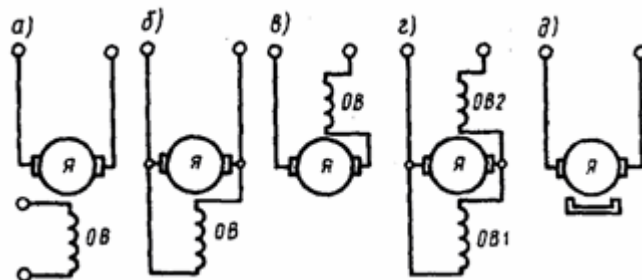

Рисунок 4.2 - Способы возбуждения машин постоянного тока
- **машины независимого возбуждения**, в которых обмотка возбуждения (ОВ) питается постоянным током от источника, электрически не связанного с обмоткой якоря (рисунок 4.2, а);
- **машины с самовозбуждением**, которые не требуют дополнительного источника питания, у них обмотка возбуждения электрически связана с якорем (рисунок 4.2, б, в, г). Эти машины еще подразделяются по способу соединения обмотки возбуждения ОВ к якорю на следующие типы:
- **машины параллельного возбуждения**, в которых обмотка возбуждения и обмотка якоря соединены параллельно (рисунок 4.2, б);
- **машины последовательного возбуждения** (обычно применяемые в качестве двигателей), в которых обмотка возбуждения и обмотка якоря соединены последовательно (рисунок 4.2, в);
- **машины смешанного возбуждения**, в которых имеются две обмотки возбуждения - параллельная ОВ1 и последовательная ОВ2 (рисунок 4.2, г);
- **машины с возбуждением постоянными магнитами** (рисунок 4.2, д).